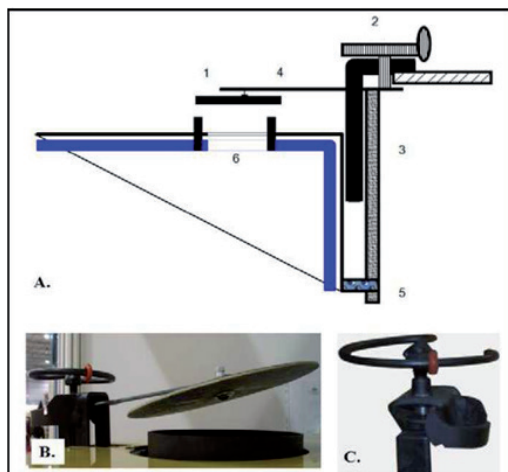

Рис.13
7.3. НАСТРОЙКИ РЕГУЛЯТОРА ТЯГИ (Рис.13)
С помощью поддерживающего винта установите клапан на расстоянии 3-5 см от воздухозаборного отверстия и только тогда растапливайте котел (Рис. 13 В). Цилиндр котла удлиняется и опускает клапан при нагреве металла и воды. Приоткройте клапан с помощью винта определения температуры (2), когда показания термометра будут менее 80° С. При показаниях более 80° С – прикройте, пока они не достигнут 80° С. Позже, если температура низкая, винт определения крутите таким образом, чтобы воздушный клапан поднялся, а если температура слишком высокая, то опускайте воздушный клапан вниз, поворачивая винт в противоположную сторону. Отрегулируйте и маркировочное кольцо, чтобы вы знали положение воздушного клапана (Рис. 13, С). Например: очищая золу, полезно закрыть воздушный клапан. Напоминаем, что рабочая температура котла должна быть 70 - 90°С.